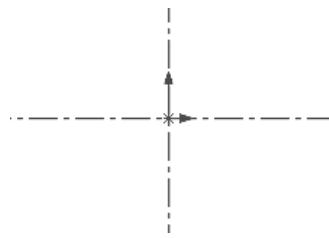

图 5.2 绘制中心线
(1) 绘制中心线。
① 选择命令。选择下拉菜单 **工具(T)** → **草图绘制实体(S)** → **中心线(O)** 命令。
② 绘制中心线。绘制经过原点的水平和竖直中心线（两条中心线都是无限长的），结果如图 5.2 所示。